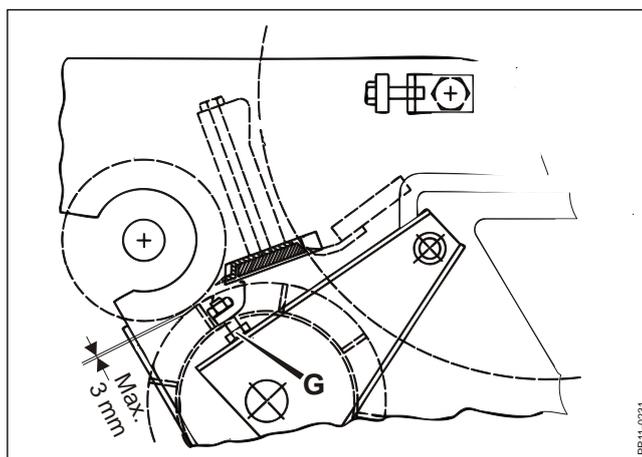

Abb. 4-17
**Abb. 4-17** Der Abstand zwischen der Glattwalze und der gezahnten Walze sollte höchstens 3 mm betragen. Mithilfe der Schrauben **G** an beiden Seiten des Rotorgehäuses einstellen.